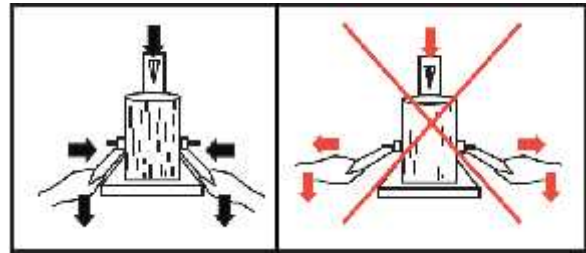

Fig.19
c) Tenez la bûche en maintenant fermement les leviers de contrôle (Fig.19)
vérin est en action (Fig.19)
2. Posez le tronc sur la table (14) du fendeur. Fendez le bois à fendre exclusivement dans le sens des fibres.
3. Maintenez le tronc en place à l'aide des griffes de serrage (18).
4. Abaissez simultanément les deux leviers de commande. (voir Fig.19)